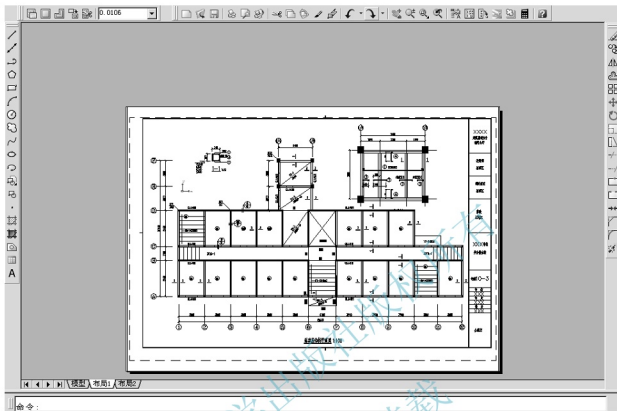

图 5.97 在布局空间布局
⑥ 将右上角视口设定为当前视口，并将视图调整至只显示“XB-1 配筋图”状态，在【视口】工具栏右侧的文本框内设置该图的出图比例为 1 : 50。
⑦ 将主图视口设定为当前视口，并在【视口】工具栏右侧的文本框内设置该图的出图比例为 1 : 100。
⑧ 冻结【视口】图层，结果如图 5.97 所示。